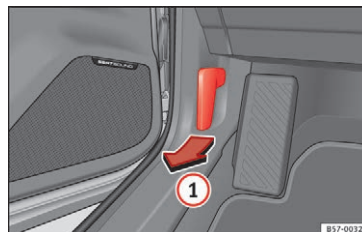

Fig. 9 Udløserarm i fodrummet i førersiden
- Åbning af motorhjelm: Træk i grebet under instrumentpanelet » **Fig. 9 ①**.